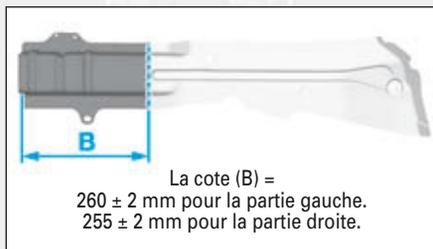

FIG.38
- En respectant les zones de coupe du constructeur, tracer puis découper en (3) la pièce neuve (Fig.38).